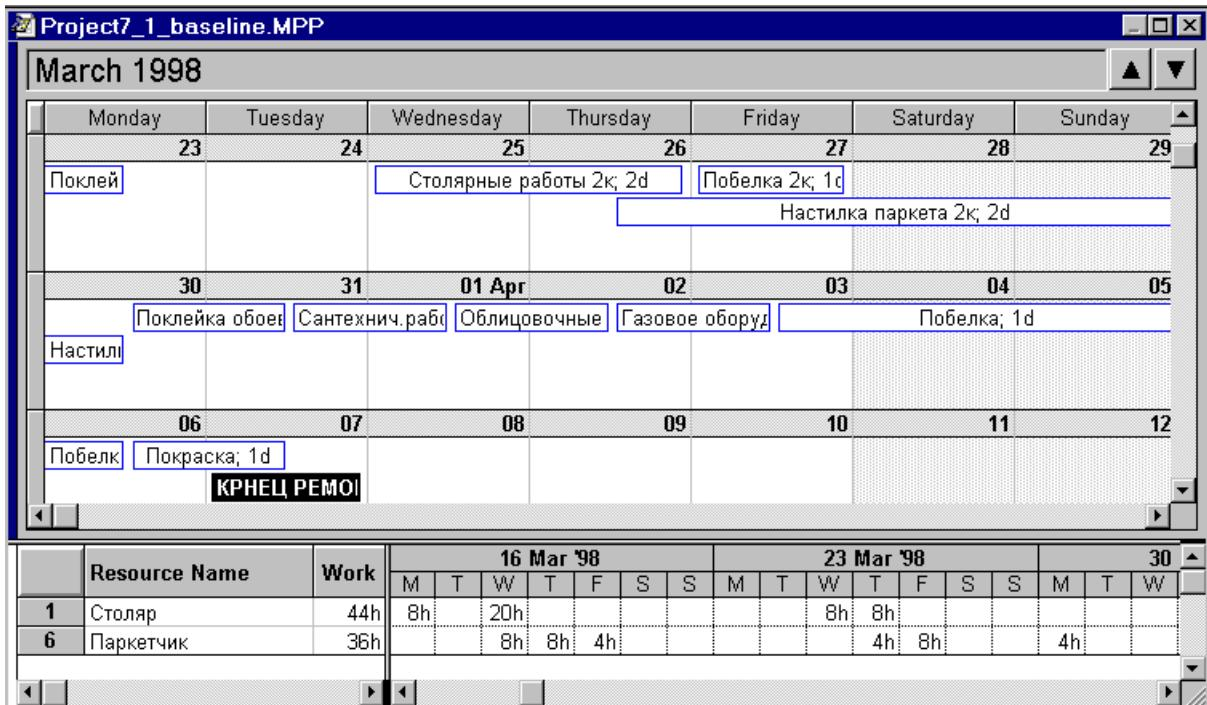

Рис.8.3.
1.3.4. Создать комбинированный пользовательский «Вид» по образцу, представленному на Рис.8.3. Название вида «MY VIEW №4». Содержимое: